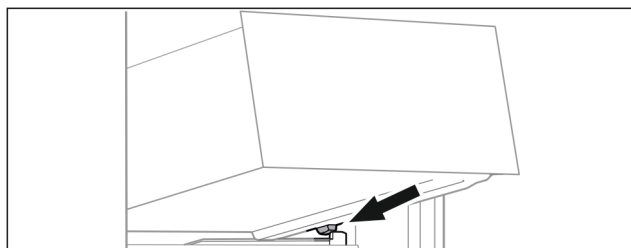

Fig. 64
- ▶ Наклоняя вниз, установите выдвижной ящик за стопоры на контейнерное ребро. (см. Fig. 64)